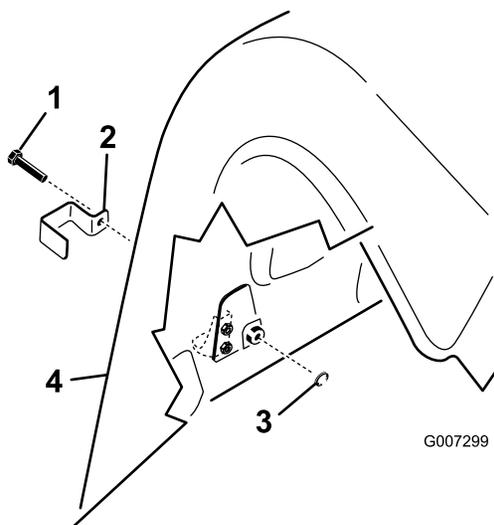

Bild 15
1. Montieren Sie am Modell ProCore 864 mit einer Gewindeschraube (insgesamt 4) einen Sperrriegel über der linken und rechten unteren Abdeckung und den Riegeln der oberen Abdeckung (Bild 15).
insgesamt sechs) an den linken und rechten Abdeckungen (Bild 15).
3. Schrauben Sie eine interne Sicherungsscheibe mit einer Zange oder einem verstellbaren Schraubenschlüssel auf jede Schraube (1 bis 2 Gewindeumdrehungen), um den Riegel zu befestigen (Bild 15).